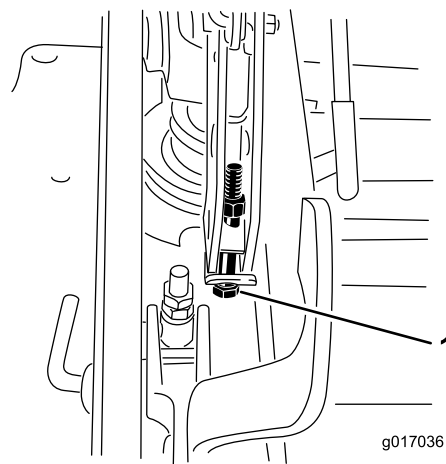

Figure 94
13. Si le tablier est trop bas, serrez le boulon de réglage monopoint dans le sens horaire. Si le tablier est trop haut, desserrez le boulon de réglage monopoint dans le sens antihoraire (Figure 94).
14. Serrez les 2 boulons au bas de la plaque de hauteur de coupe (Figure 94).